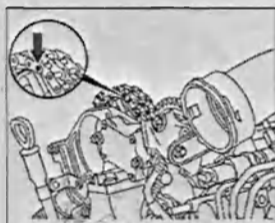

Рис. 3.25. При установке цепи на опорный шпindel убедитесь, что упорный палец расположен напротив левого пальца звена цепи.
9. При установке цепи на опорный шпindel убедитесь, что упорный палец расположен напротив левого пальца звена цепи (рис. 3.25).